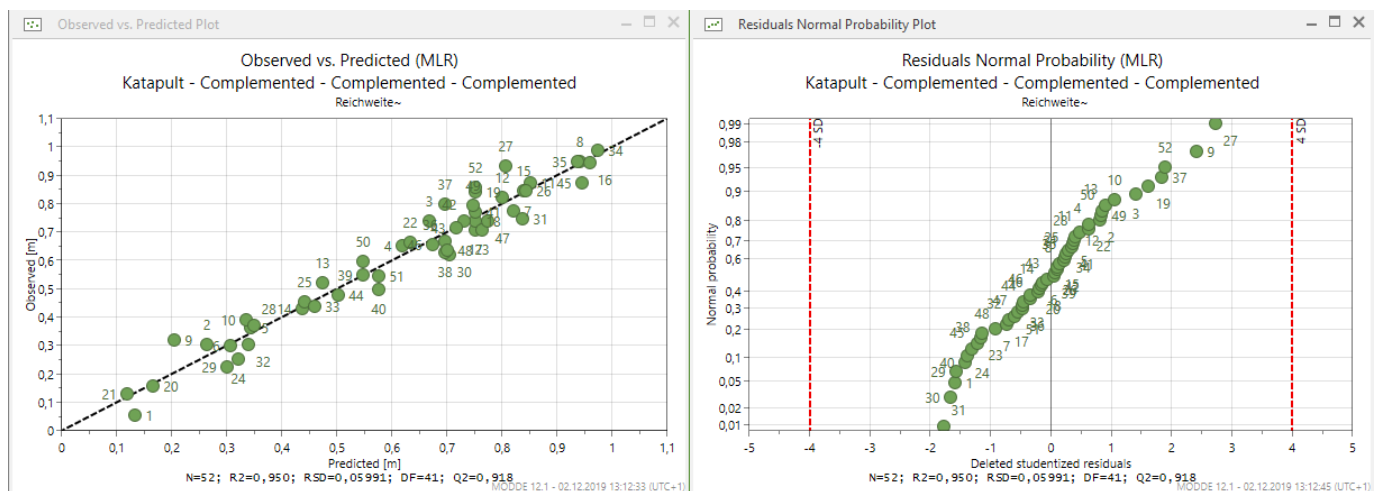
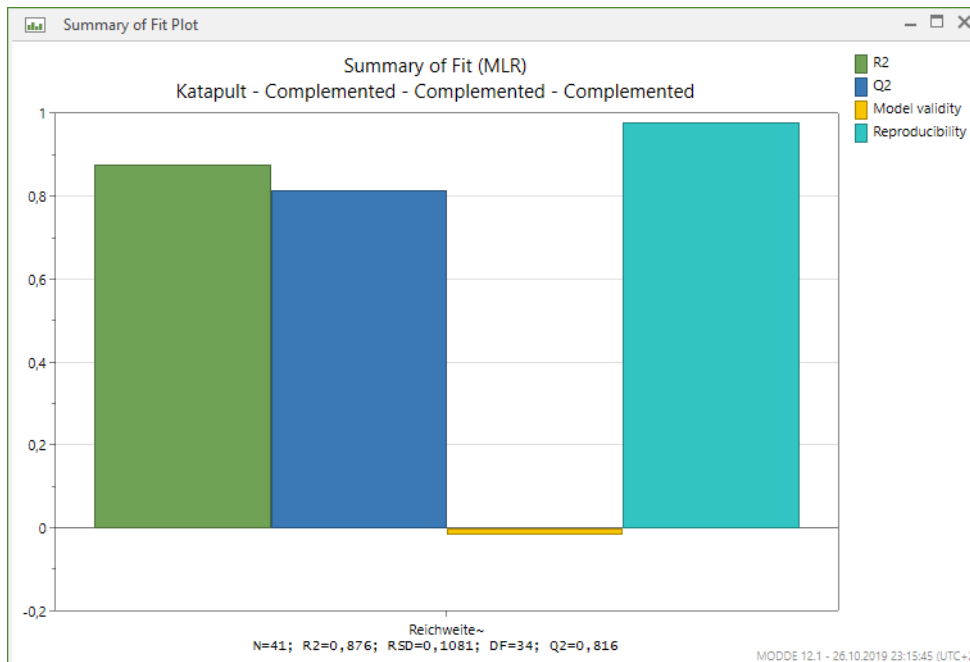

Bild 10: Darstellung der beobachteten Daten über den vorhergesagten Daten (links) mit der Auswertung der Residuen (rechts)
Bild 14: Beurteilung der Daten für das Katapult-Modell mit der Statistik-Software MODDE
Für die anschließende Modellierung werden die (Residuen) Differenzen zwischen den "vorhergesagter Experimente" und den "Beobachtungen" betrachtet (Bild 10). Wenn durch die Transformation die Vorhersagequalität (Q2, siehe Schritt 6, Bild 14) gesteigert wird, so ist die Transformation zielführend. Für die Transformation bieten viele Softwarepakete mehrere einfach zu realisierende Varianten an, z.B. die logarithmische Transformation für schiefe Verteilungen oder für exponentielle Verteilungen die gleichnamige Transformation. Die Ergebnisse werden in den meisten Plots trotzdem nicht transformiert dargestellt, um für den Benutzer besser erfassbar zu sein.
- "Goodness of fit" (grüner Balken, R2 in Bild 14): ist die Qualität der Rohdaten und gibt an (0 – 1 [100%]) wie viele der Experiment-Ergebnisse mit ihrem Wert innerhalb einer Standardabweichung um die Regressionsgerade liegen.
- "Goodness of prediction" (blauer Balken, Q2 in Bild 14): ist die Qualität des Vorhersagegütes des Ursache-Wirkungs-Modells. Für die Berechnung von Q2 wird ein Algorithmus bemüht, der iterativ einzelne Ergebnisse für die Modelberechnung auslässt und diese dann durch das Modell prognostiziert. Die Güte der Vorhersage wird anschließend bewertet. Dieser Wert symbolisiert die Güte der Lage für prognostizierte neue Experimente.
- "Model Validity" (gelber Balken in Bild 14): Dieser Wert stellt den wahren Fehler (den Wiederholerfehler) zum Modellfehler ins Verhältnis. Dieser Wert ist ein Maß für die Präzision von neuen prognostizierten Experimenten.
- "Reproducibility" (türkiser Balken in Bild 14): Dieser Wert beurteilt die Wiederholgenauigkeit der Experimente aus den "Center Points" (den mittleren Versuchen) und soweit vorhanden, aus Versuchen, die mehrfach durchgeführt wurden.
Je höher die Balken sind, desto besser ist die Qualität des Ursache-Wirkungs-Modells. Wie zu erwarten, hapert es im Übungsbeispiel mit der Präzession (gelber Balken in Bild 14) aufgrund des Versuchsaufbaus. Ansonsten sind die Werte mit "Goodness of fit" mit 0,876 und "Goodness of prediction" mit 0,816 in etwa mit der Schulnote "Zwei minus" gleichzusetzen.